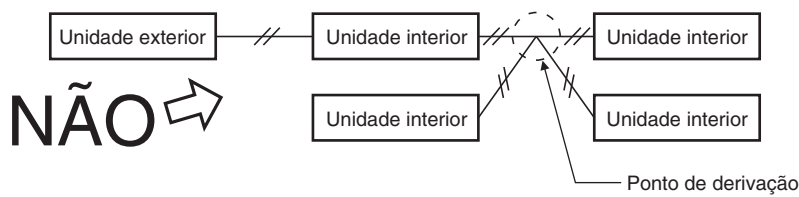

Fig. 4-4
- (3) Não realize a instalação eléctrica de controlo entre unidades na forma de derivação em estrela. A instalação eléctrica de derivação em estrela causa uma definição errada do endereço. (Fig. 4-4)